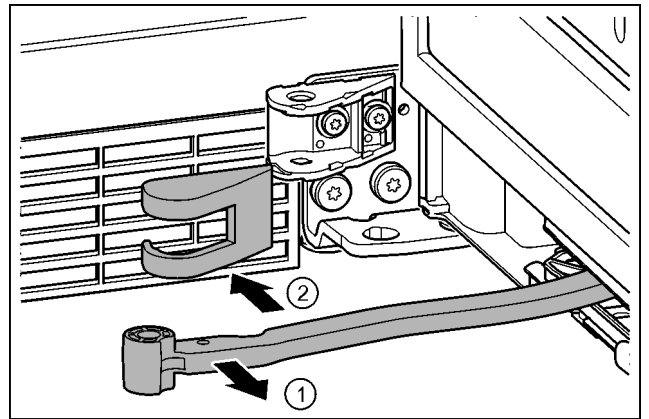

Fig. 16
- Gelenk in Richtung Tür drehen. Fig. 16 (1)
- Lagerbockabdeckung entfernen. Fig. 16 (2)